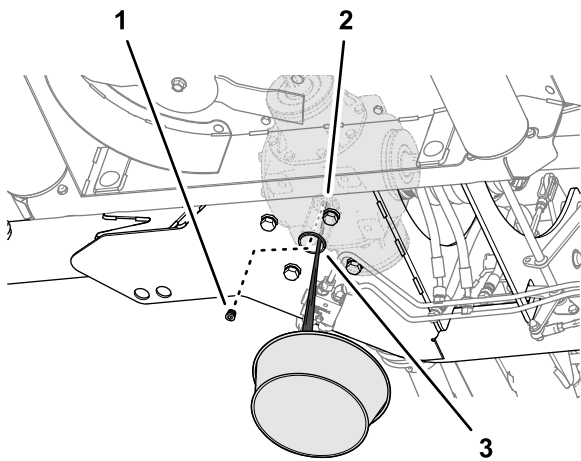

Figure 54
1. En vous servant du trou d'accès sur la plaque de châssis inférieure de la tondeuse, placez un bac de vidange sous le trou (Figure 54).
2. Déposez le bouchon de vidange à douille de l'orifice de vidange sur le boîtier d'engrenages central et laissez le lubrifiant s'écouler entièrement (**Figure 54**).